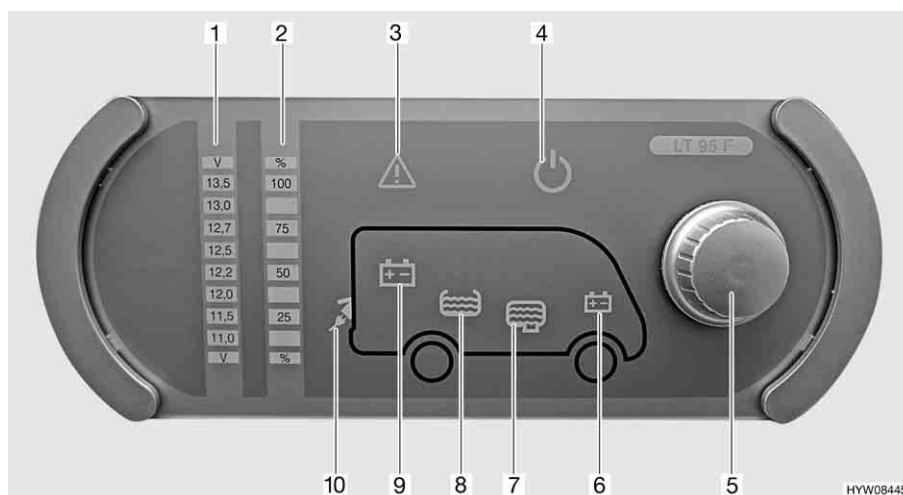

Fig. 71 Pannello di controllo (LT 95)
Il pulsante a rotazione (Fig. 71,5) inserisce o disinserisce il pannello di controllo e l'alimentazione a 12 V dell'abitacolo.
**Accensione:** ■ Premere il pulsante a rotazione (Fig. 71,5): L'alimentazione a 12 V dell'abitacolo è inserita. La spia di controllo a 12 V (Fig. 71,4) diventa verde.
**Spegnimento:** ■ Premere il pulsante a rotazione (Fig. 71,5): L'alimentazione a 12 V dell'abitacolo è disinserita. La spia di controllo a 12 V (Fig. 71,4) si spegne.
Mediante il pulsante a rotazione (Fig. 71,5) si possono interrogare sia la tensione della batteria dell'abitacolo che la tensione della batteria di avviamento. La tensione viene visualizzata sulla scala indicatore per la tensione della batteria (Fig. 71,1).
**Indicazione:** ■ Ruotare il pulsante a rotazione (Fig. 71,5), finché si accende il simbolo della batteria della quale deve essere interrogata la tensione.
Viene indicata la tensione della batteria dell'abitacolo (Fig. 71,9)
Viene indicata la tensione della batteria di avviamento (Fig. 71,6)
- Leggere la tensione sulla scala indicatore della tensione della batteria (Fig. 71,1).
Mediante il pulsante a rotazione (Fig. 71,5) si possono interrogare sia il livello del serbatoio dell'acqua che il livello del serbatoio delle acque grigie. Il livello viene visualizzato sulla scala indicatore livello dei serbatoi (Fig. 71,2).
- Ruotare il pulsante a rotazione (Fig. 71,5), finché si accende il simbolo del serbatoio del quale deve essere interrogato il livello.
Viene indicato il livello del serbatoio dell'acqua (Fig. 71,8)
Viene indicato il livello del serbatoio delle acque grigie (Fig. 71,7)
- Leggere il livello sulla scala indicatore del livello serbatoio (Fig. 71,2).
La spia luminosa Alarm (Fig. 71,3) lampeggia non appena i valori limite fissati vengono superati per eccesso o per difetto.
La spia luminosa Alarm (Fig. 71,3) lampeggia non appena la tensione della batteria scende al di sotto di 11 V. Se l'alimentazione a 12 V è accesa, si accende anche il relativo simbolo della batteria (Fig. 71,6 o 9), e l'indicatore "11,0" sulla scala indicatore della tensione della batteria (Fig. 71,1) lampeggia. Rischio di uno scaricamento totale della batteria.
La spia luminosa Alarm (Fig. 71,3) lampeggia ed il relativo simbolo del serbatoio (Fig. 71,7 o 8) si accende non appena il serbatoio dell'acqua è vuoto o il serbatoio delle acque grigie è pieno.
La spia di controllo a 230 V (Fig. 71,10) si accende quando all'ingresso della centralina elettrica è presente una tensione di rete.